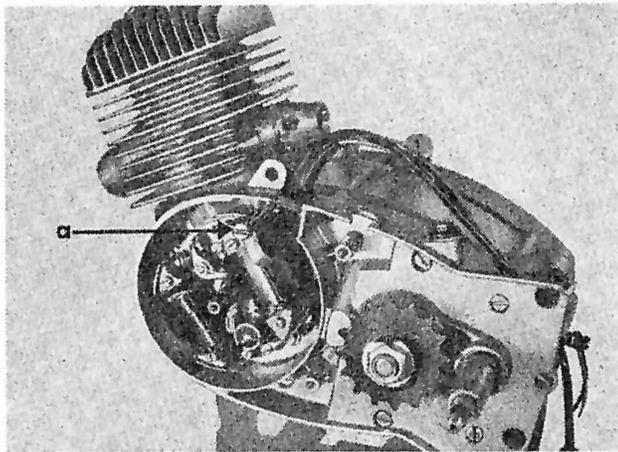

Bild 9
Wenn sich die folgenden Arbeiten nur auf Kupplung und Fußschalt-einrichtung beschränken, kann die Grundplatte am linken Gehäuse verbleiben. Bei kompletter Demontage des Motors wird diese sofort abgenommen nach Entfernen der 2 Zylinderschrauben M 4 x 15 und der Gehäuseschraube M 6 x 92 mit Kabelschelle (Bild 9).
*) mit Kabelschelle (Bild 9).